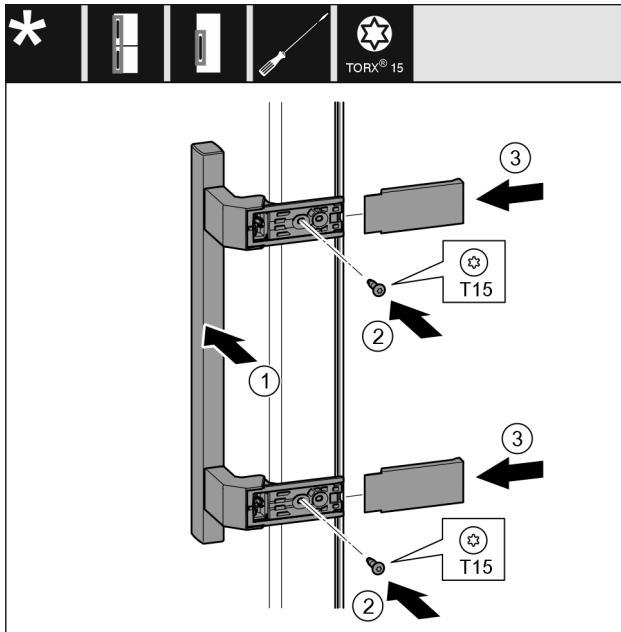

Fig. 50
- ▶ Griff Fig. 50 (1) auf der Gegenseite ansetzen.
- ▶ Schrauben Fig. 50 (2) mit Schraubendreher festschrauben.
- ▶ Abdeckungen Fig. 50 (3) seitlich ansetzen und aufschieben.